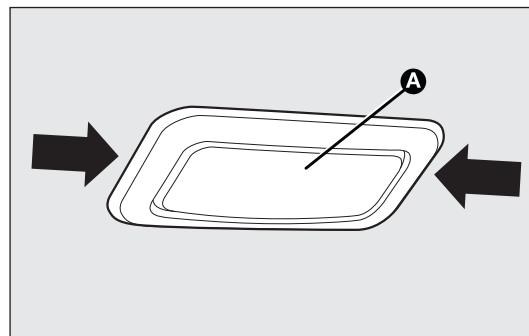

fig. 168
- ❑ extraiga el plafón A-fig. 168 actuando en los puntos indicados por las flechas;